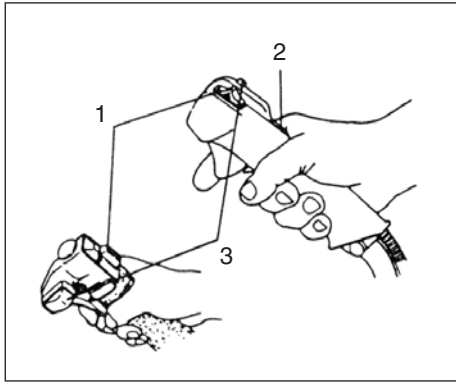

Fig.2-2
### Start (Fig. 2-2)
1. Sett tenningsbryteren (1) i posisjon ON (PÅ). (fig. 2-2)
2. Med sikkerhetshendelen (2) trykket inn, trekkes det i gasshåndtaket og låseknappen (3) dyttes inn (hvis slik utstyrt), mens først gassen slippes sakte, deretter sikkerhetshendelen. Dette låser gassen i startposisjon. (fig. 2-2)